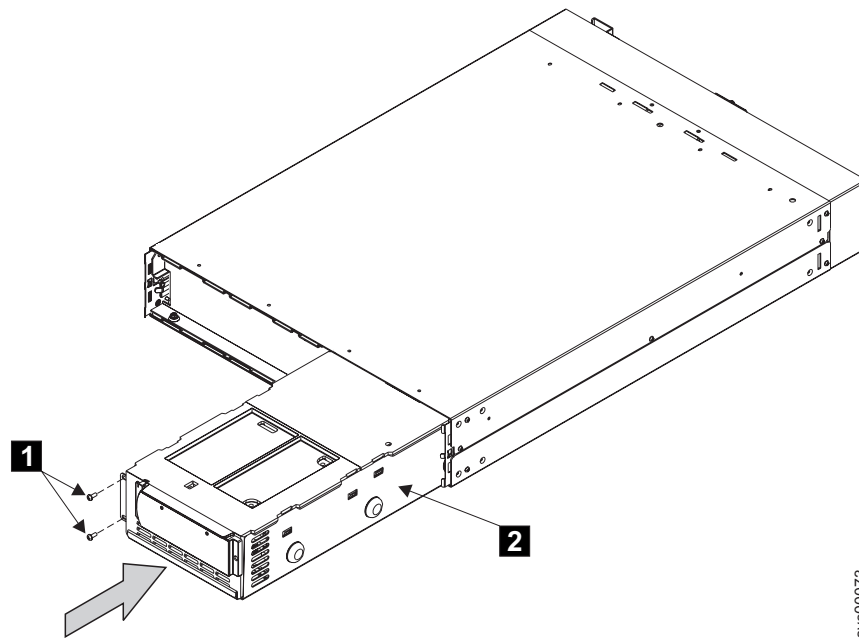

図 218. 2145 UPS の電子装置の交換
1. 2145 UPS の前面の 2 つのねじを交換します。図 218 の **1** を参照してください。